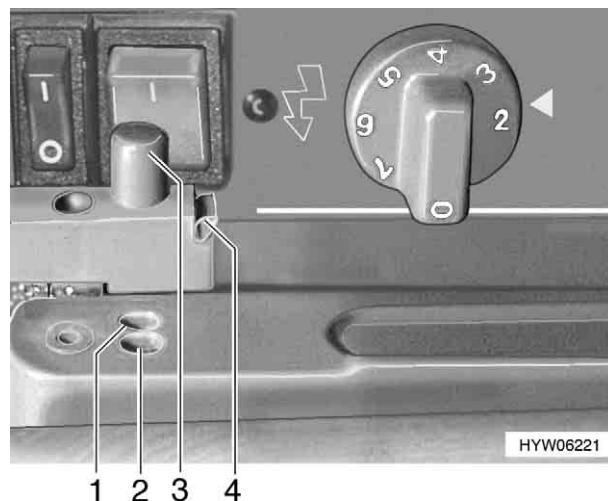

Fig. 93
- Premere lateralmente sulla sicura di colore verde (Fig. 93,4) per sbloccare la porta. Il nottolino (Fig. 93,3) scatta all'infuori.
- Premere il nottolino (Fig. 93,3) in modo che scatti nella tacca di arresto esterna (Fig. 93,2).
- Premere il nottolino (Fig. 93,3) in modo che scatti nella tacca di arresto interna (Fig. 93,1). In questo modo la porta rimane ferma in posizione socchiusa.